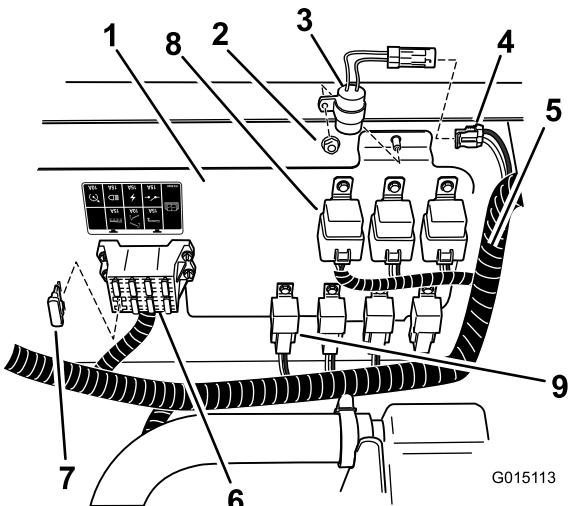
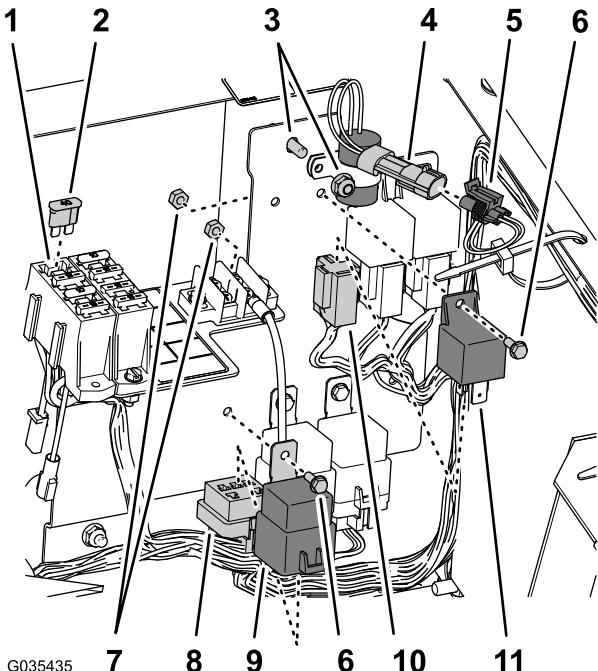
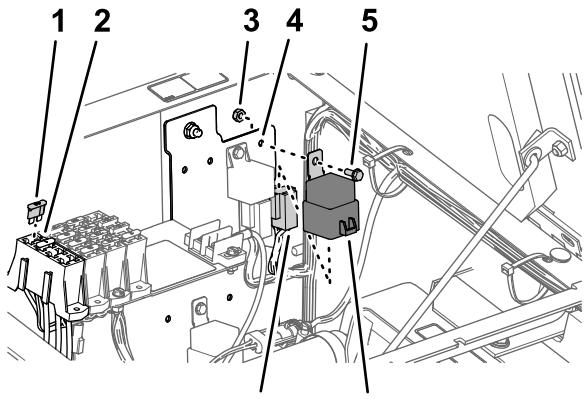

Figura 26
Figura 27
Figura 28
- Instale o temporizador no local indicado em Figura 26 ou Figura 27 com a porca de bloqueio do painel elétrico.
- Ligue o temporizador ao conector de 2 tomadas etiquetado temporizador da cablagem da máquina (Figura 26 ou Figura 27).
3. Instale um fusível (40 A) na ranhura aberta no bloco de fusíveis como se mostra na Figura 26, Figura 27 ou Figura 28.
4. Localize o relé e o relé de potência alinhado com os outros relés do mesmo estilo e monte-os no painel (Figura 26, Figura 27 ou Figura 28) com os 2 parafusos de cabeça flangeada (n.º 10-24 x 1/2 pol.) e 2 porcas de bloqueio (n.º 10-24).
5. Localize o conector de 4 tomadas e o conector de 5 tomadas na cablagem principal e ligue-os ao relé (4 pinos) e ao relé de potência (5 pinos), como se mostra na Figura 26, Figura 27 ou Figura 28.